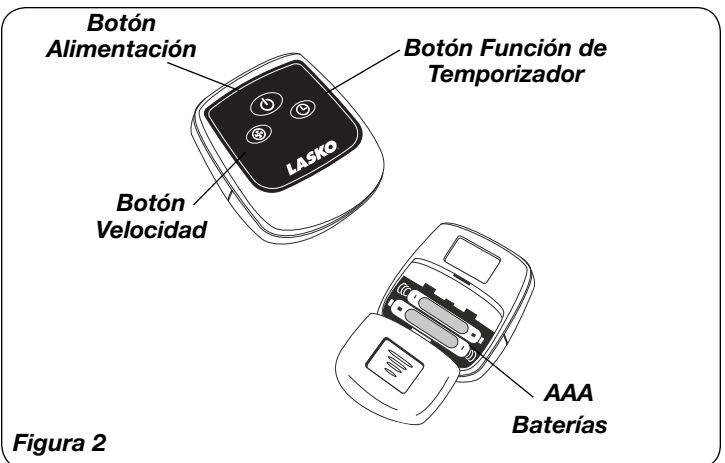

Figura 2
Todas las funciones realizadas con el Control Remoto funcionan idénticamente a los controles manuales. (Figura 2).
1. Instale la baterías suministró como mostrado en la Figura 2. La batería es el tipo "AAA".